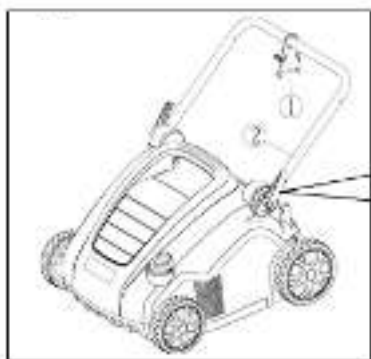

Рис. 2-1
1. Закрепите крюк для кабеля (рис. 2-1 поз. 1) на рукоятку (рис. 2-1 поз. 2).